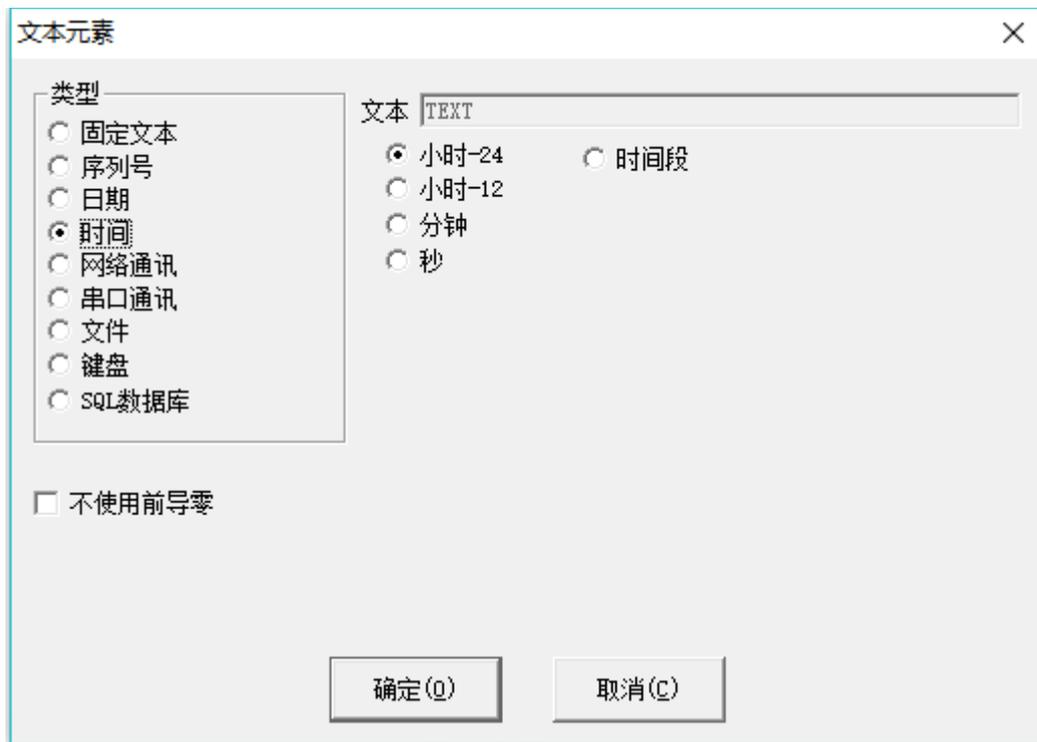

图 4-42
4) 时间: 时间元素是加工过程中系统自动从计算机中取时间信息的文本元素。当用户选择了时间元素时在文本元素对话框中会自动显示出时间元素的参数定义, 如图 4-42 所示。